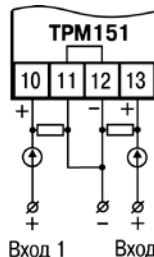

Рисунок 7.7 – Схема подключения активных датчиков типа "параметр-ток", "параметр-напряжение" и датчиков положения токового типа
- 2) Активные датчики с выходным сигналом в виде тока (0...5 мА, 0...20 мА или 4...20 мА), в том числе датчики положения токового типа, можно подключать к прибору только после установки внешнего шунтирующего резистора (см. рисунок Б.1 и рисунок 7.7). Резистор должен быть прецизионным (типа С2-29В, С5-25 и т.п., мощностью не менее 0,25 Вт, сопротивлением $100 \text{ Ом} \pm 0,1 \%$) и высокостабильным во времени и по температуре (ТКС не хуже $25 \times 10^{-6} 1/^\circ\text{C}$).